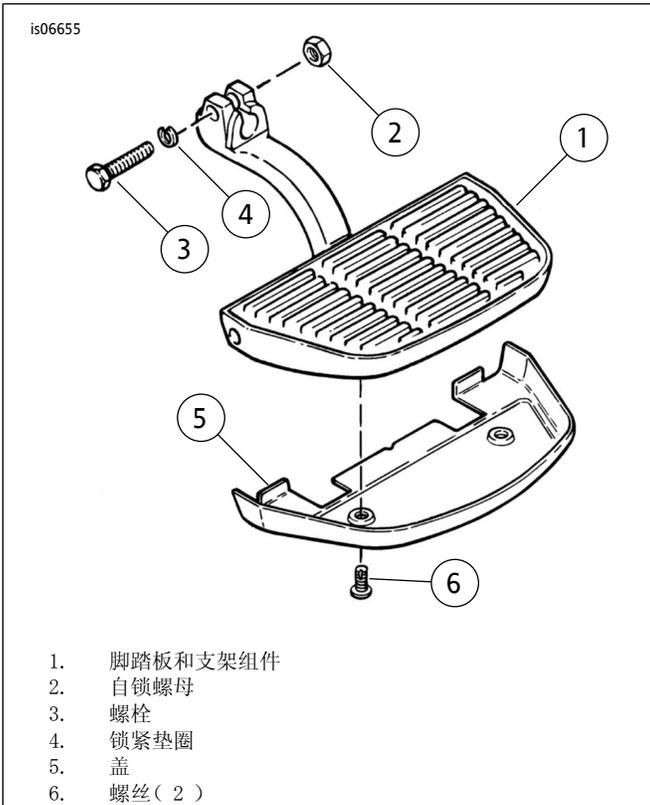
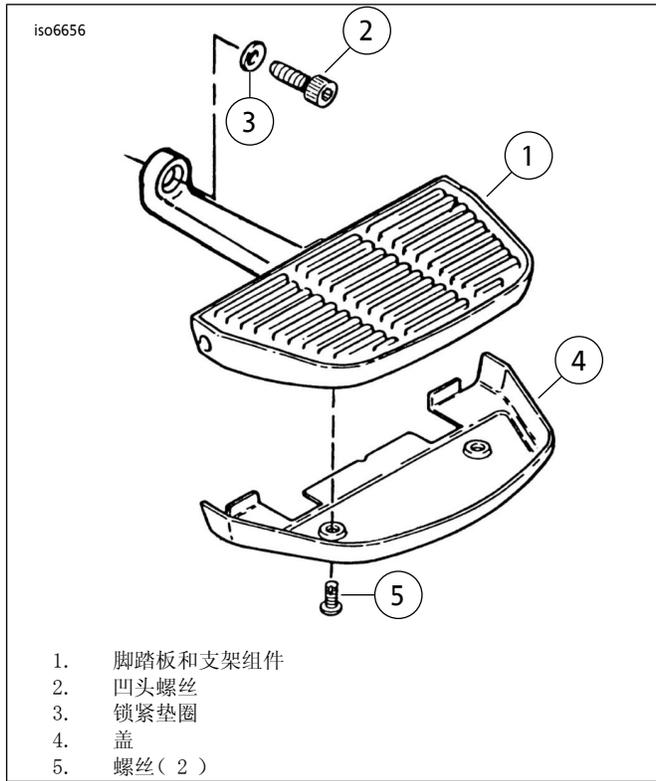

图1。乘客脚踏板组件-1992年款及之前的车型和附件脚踏板
图2。乘客脚踏板组件-1993年款及之后的旅行车型
- a. 1992年款及之前的车型和附件脚踏板：参见图1。从摩托车上的安装螺柱拆下每个乘客脚踏板和支架组件( 1 )。这需从脚踏板支架开口套上拆下自锁螺母( 2 )与螺栓( 3 )或螺栓( 3 )与锁紧垫圈( 4 )，具体取决于脚踏板支架的类型。保留所有五金件待用。
- b. 1993年款及之后旅行车型：参见图2。从摩托车上的安装螺柱拆下每个乘客脚踏板和支架组件( 1 )。这将需从脚踏板支架拆下凹头螺丝( 2 )和锁紧垫圈( 3 )。保留所有五金件待用。
3. 参见图1和图2。拆下脚踏板上可能已安装的任何盖。